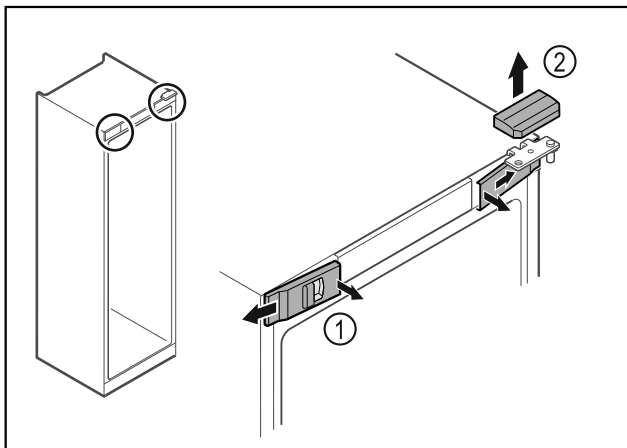

Fig. 14
- Desenganchar las cubiertas delanteras Fig. 14 (1) del interior y dejarlas a un lado.
- Retirar hacia arriba la cubierta superior Fig. 14 (2).